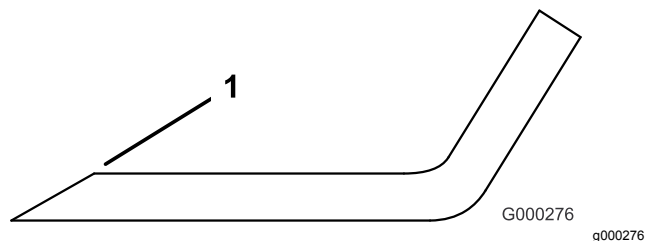

Figura 31
3. Esaminate l'affilatura di tutte le lame e affilate se risultano smussate o scheggiate (Figura 31).
Nota: Affilate soltanto la parte superiore del tagliente e mantenete l'angolo di taglio originale per garantire l'affilatura (Figura 31). La lama resta bilanciata soltanto se viene rimossa una quantità uguale di metallo da entrambi i taglienti.